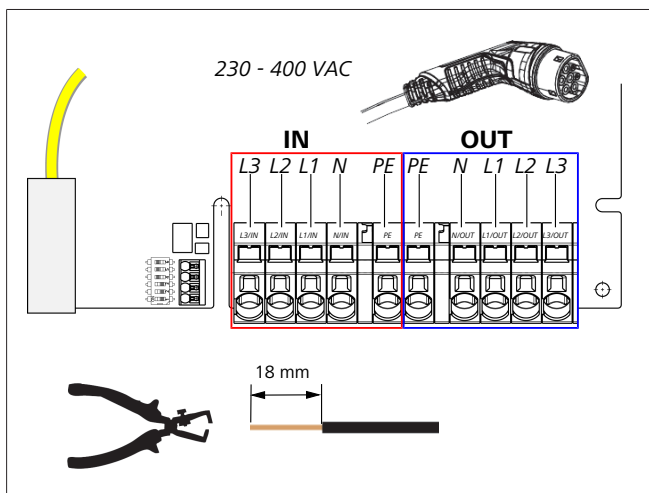

Fig. 8
9. Con ayuda de un destornillador plano (3,5 mm), conecte los extremos de los conductores individuales en el bloque de bornas izquierdo con la inscripción «IN», según se muestra en la figura (Fig. 8).